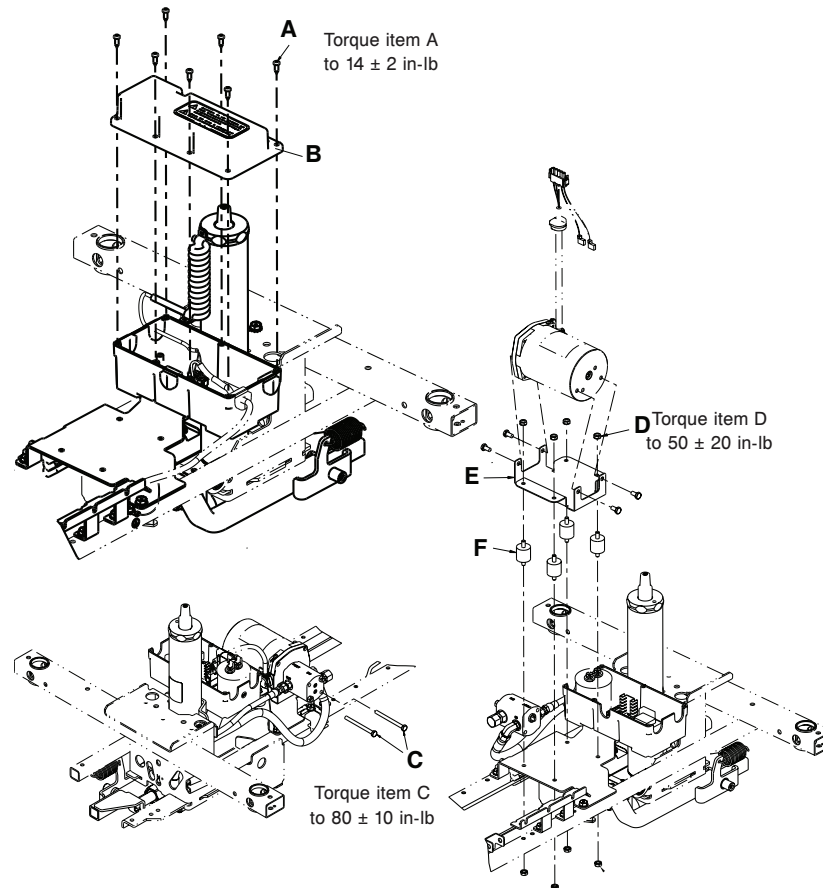

Figure 21 – Remplacer le moteur de la pompe
3. À l'aide d'un tournevis cruciforme n° 2, retirer les sept vis de taraudage à tête cylindrique (A) qui fixent le couvercle du boîtier de la carte d'alimentation (B) (Figure 21). Retirer et conserver le couvercle du boîtier de la carte d'alimentation.